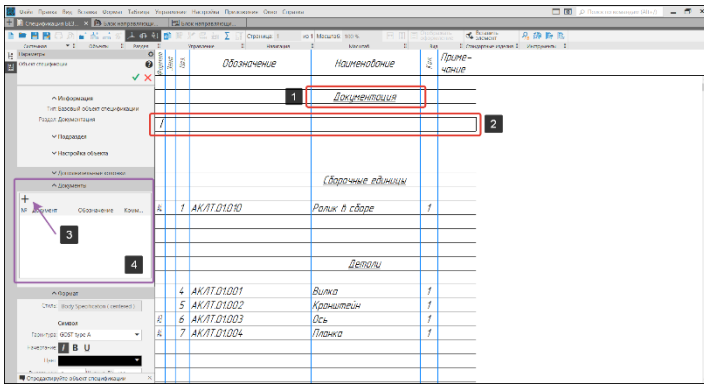

Рисунок 369 – Добавление объектов спецификации
- Подгрузим объекты спецификации. Выберем строку базового объекта (2) в разделе документация (1). В окне документы (4) нажмем на пиктограмму добавить документ (3) (Рисунок 369);